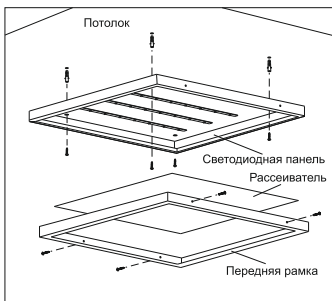

Рисунок 1
- снять с панели переднюю рамку и рассеиватель (рисунок 1);
5.2.2 Накладной монтаж светодиодной панели осуществлять непосредственно на поверхность потолка с креплением светильника через отверстия в корпусе (рисунок 1). Крепёж для накладного способа монтажа в комплекте не поставляется.